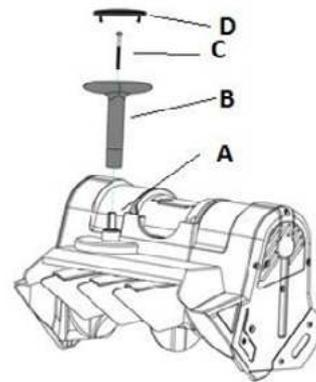

Рис. 5
Установите ручку регулировки направления выброса снега (B) на посадочное место (A), зафиксируйте болтом (C) и закройте крышкой (D) (Рис. 5).